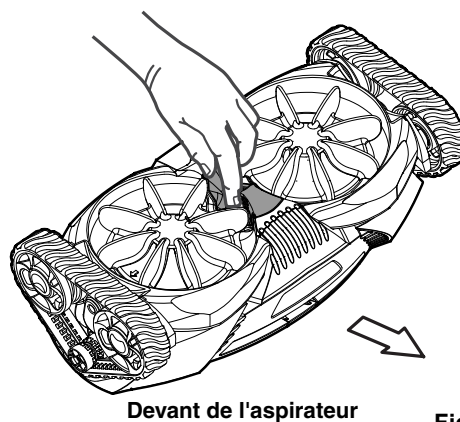
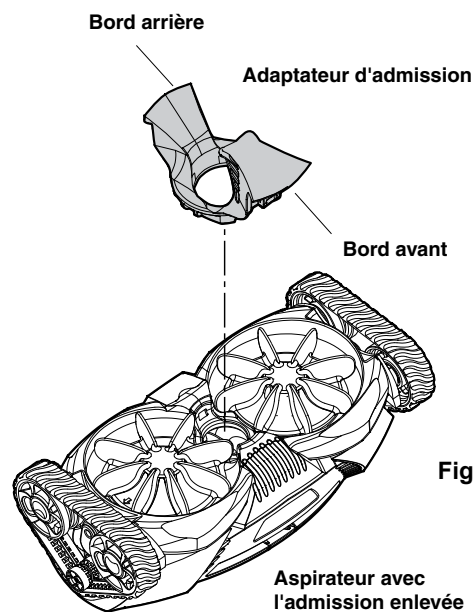

Figure 11
Figure 12
2. **Mode de nettoyage des gros débris (figure 11):** Pour aspirer les débris plus gros tels que les feuilles. Retourner l'aspirateur au mode d'usine (petits débris) après chaque instance de nettoyage (figure 12).